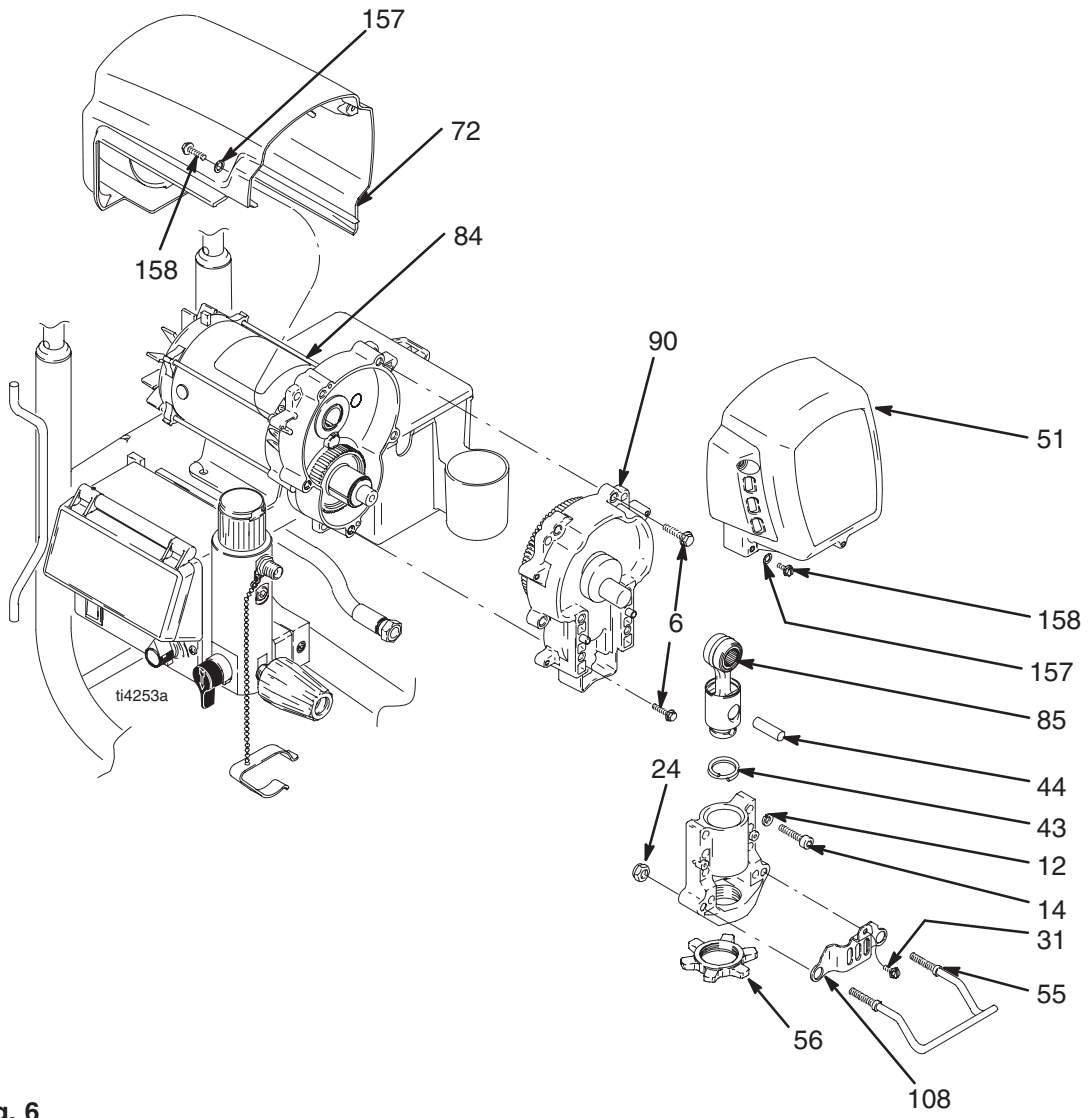

Fig. 6
- Retire el tornillo (31), las dos tuercas (24), el colgador del cubo (55) y la tapa del eje de la bomba (108).
- Retire la bomba (91); vea **Sustitución de la base de bomba**, en la página 20.
- Fig. 6. Retire los dos tornillos (158) y la placa de protección (72).
- Retire los cuatro tornillos (158) y la tapa delantera (51).
- Retire los cuatro tornillos (14) y las arandelas (12) para desmontar el alojamiento del cojinete (83) y la biela (85).
- Retire los cinco tornillos (6) y saque el alojamiento del impulsor (90) del motor (84).
- Fig. 6. Empuje el alojamiento del impulsor (90) en el motor (84) e instale con los cinco tornillos (6). Apriete a un par de 190–210 in-lb (21–23 N·m).
- Instale el alojamiento del cojinete (83) con los cuatro tornillos (14) y las arandelas (12). Apriete a un par de 25–30 ft-lb (34–40 N·m).
- Instale la tapa delantera (51) con los cuatro tornillos (31).
- Instale la pantalla (72) con los dos tornillos (31).
- Instale la bomba (41); vea **Sustitución de la base de bomba**, en la página 20.
- Instale la tapa del eje de la bomba (108) y el colgador del cubo (55) con el tornillo (31) y las dos tuercas (24).